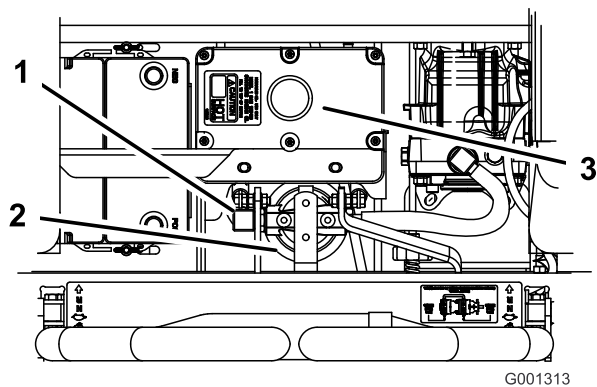

Figura 73
4. Togliete il tubo idraulico destro che entra nel riduttore (Figura 73).
6. Montate il tubo idraulico destro nell'adattatore (Figura 73).